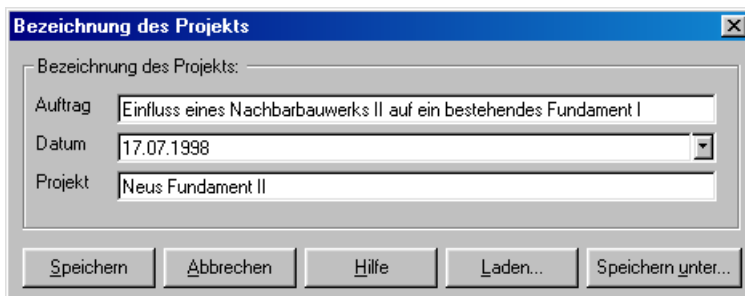

Bild 9-8 Dialogfeld "Auftragsdaten"
- Wählen Sie den Befehl "Bezeichnung des Projekts" aus dem "Daten"-Menü des *ELPLA-Daten*-Fensters. Das Dialogfeld im Bild 9-8 erscheint